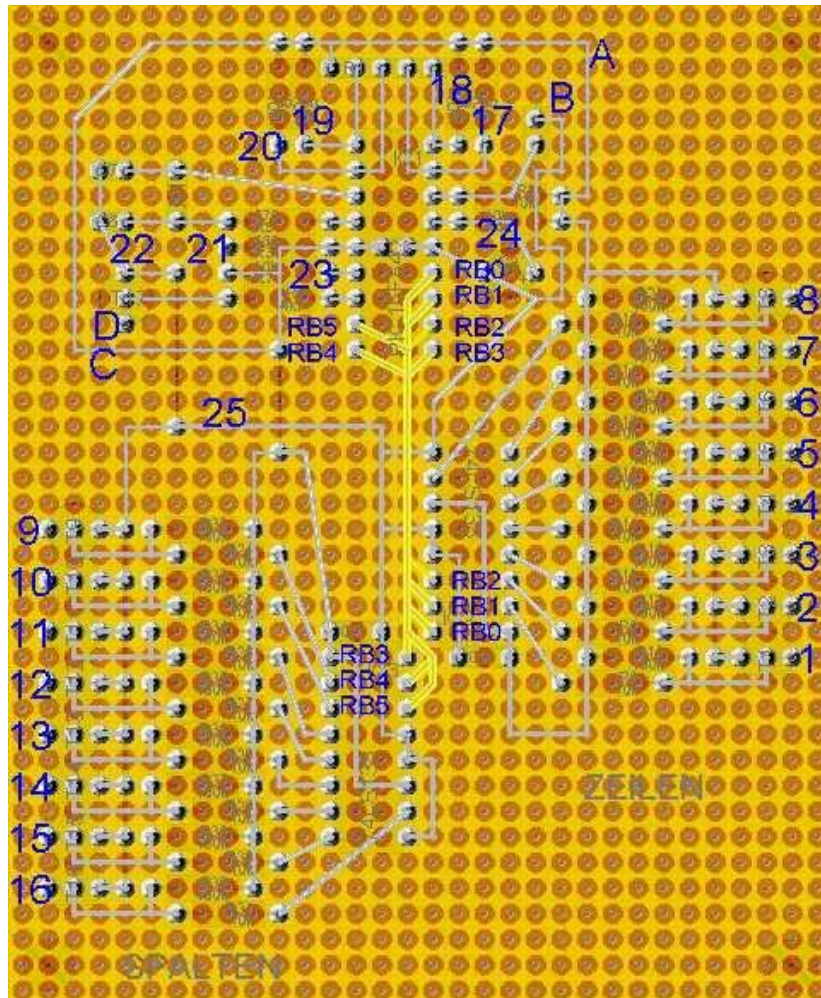

Bild 10: Steuerplatine (Lötseite)
Nachdem alle Bauteile eingelötet wurden, die Verbindungen auf der Lötseite entsprechend Bild 10 mit einem dünnen Draht bzw. mit isolierten Drähten herstellen. Dabei sollte sorgfältigst gearbeitet werden, und man sollte sich dafür ausreichend Zeit nehmen. Befinden sich Verbindungen direkt nebeneinander, so können diese auch nur mit Lötzinn verbunden werden. **Tipp:** Bild 10 ausdrucken, und während dem Verlöten die soeben durchgeführte Verbindung im Ausdruck kennzeichnen. Auf diese Weise können Fehler durch fehlende Verbindungen vermieden werden.
Die soweit erfolgreich getestete Sanduhr und die in den Schritten 4 bis 6 vorbereiteten Komponenten nach Bild 10 und der folgender Anleitung zusammenbauen:
- Steuerplatine mit Anzeige- und Bedienplatine mit je 4 Zylinderkopfschrauben M3x16, Distanzrollen 8mm und Mutter M3 verbinden. Im Bild 10 mit A gekennzeichnet.
- Stromversorgungsplatine mit je 4 Senkkopfschrauben M3x16, Distanzrolle 5mm und Mutter M3 auf der Bodenplatte befestigen. Im Bild 10 mit B gekennzeichnet.
- Lautsprecher (LS1) mit zumindest je 2 gegenüberliegenden Senkkopfschrauben M3x20, Distanzrolle 8mm und Mutter M3 auf der Bodenplatte befestigen. Im Bild 10 mit C gekennzeichnet.
- Anzeige- und Bedienplatine (mit der bereits montierten Steuerplatine) auf die Frontplatte mit je 4 Distanzbolzen M3x8, Senkkopfschrauben M3x6 und Mutter M3 montieren. Im Bild 10 mit D gekennzeichnet. Achtung: Bei den beiden unteren muss noch zwischen Bedien- und Anzeigeplatine und Mutter M3 je ein Montagewinkel eingefügt werden.
- Bodenplatte mit je 2 Senkkopfschrauben M3x10 und Mutter M3 an die beiden restlichen Enden der Montagewinkel befestigen. Im Bild 10 mit E gekennzeichnet.